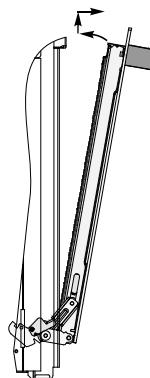

рис. 15
4. Взять дверцу за боковые стороны и потянуть на себя и вверх, чтобы освободить нижние оси шарниров, см. рис. 15;